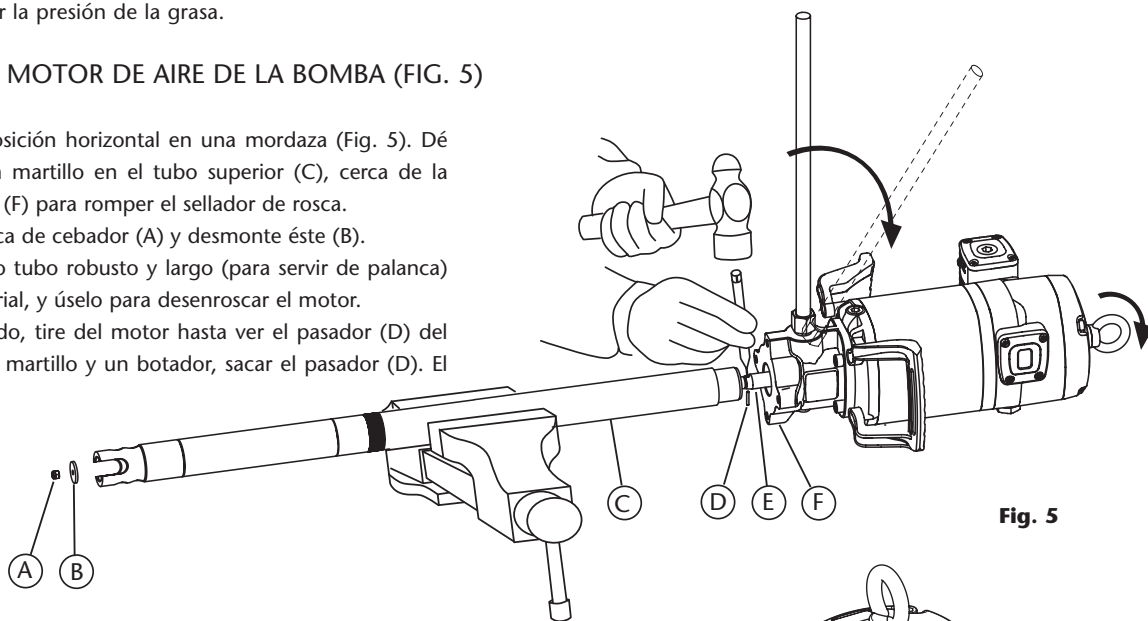

Fig. 5
COMO SEPARAR EL MOTOR DE AIRE DE LA BOMBA (FIG. 5)
1. Fije la bomba en posición horizontal en una mordaza (Fig. 5). Dé unos golpes con un martillo en el tubo superior (C), cerca de la unión con el cuerpo (F) para romper el sellador de rosca.
2. Desenrosque la tuerca de cebador (A) y desmonte éste (B).
4. Una vez desenroscado, tire del motor hasta ver el pasador (D) del vástago (E). Con un martillo y un botador, sacar el pasador (D). El motor queda suelto.